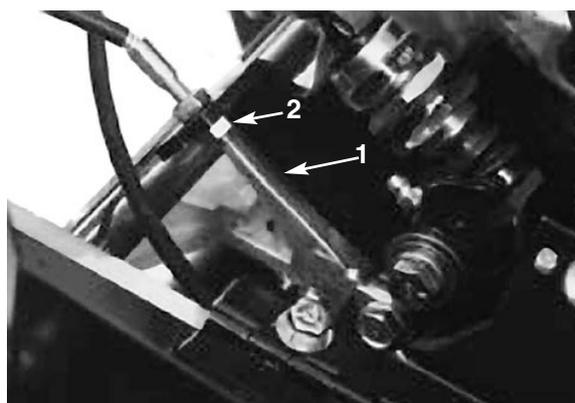

Figure 35
3. Pour augmenter la tension du câble, desserrer l'écrou de blocage du câble avant et serrer l'écrou de blocage du câble (Fig. 35) jusqu'à ce qu'une force de 4–7 Nm soit requise pour engager la commande de traction. Mesurer la force au bouton de commande.
- Pour augmenter la tension du câble, desserrer l'écrou de blocage avant et serrer l'écrou arrière (Fig. 35) jusqu'à ce qu'une force de 4–7 Nm soit requise pour serrer le frein. Mesurer la force au bouton du levier. Ne pas trop régler le frein pour éviter que le ruban de frein ne traîne pas.